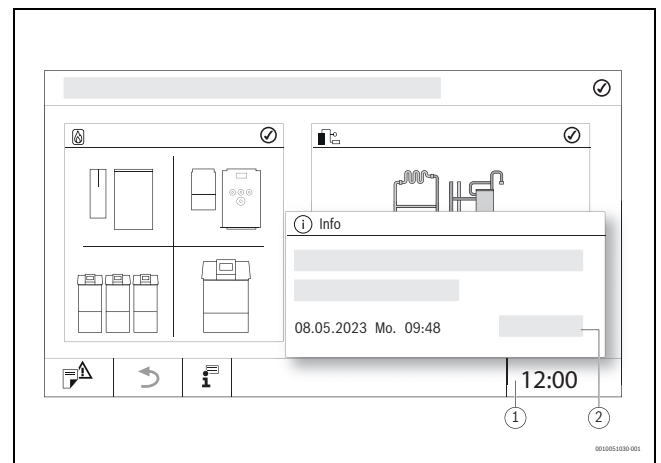

Рис. 13 Изменение времени системы
- Нажмите на время (→ рис. 13, [1]).
- ▶ Нажмите **Сохранить** (→ рис. 13, [2]).